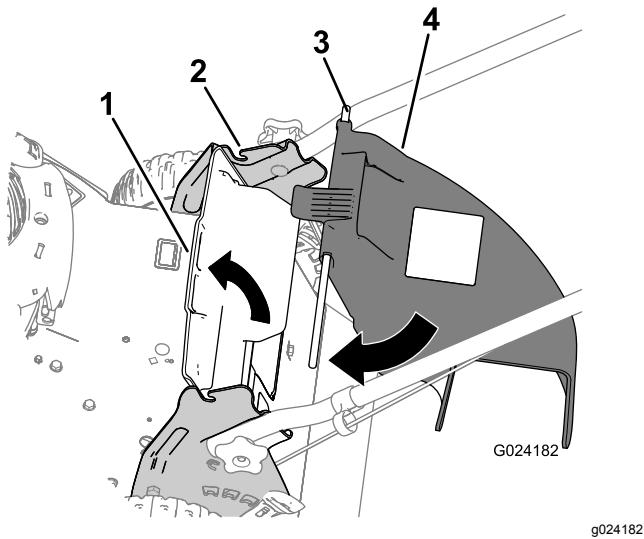

Bild 15
- Heben Sie das hintere Ablenkblech an (Bild 15).
- Setzen Sie die Stangenenden des Seitenauswurfkanals in die Kerben an den Holmhalterungen (Bild 15).